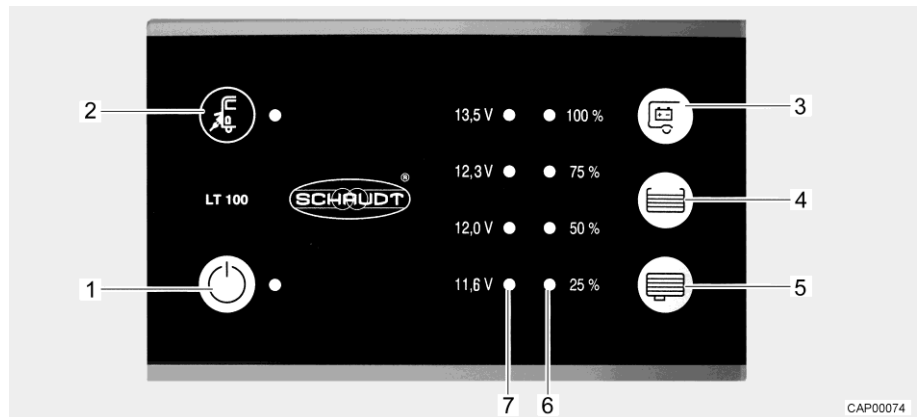

Bild 31 Panel (LT 100)
Nätanslutning Den gula lysdioden lyser vid symbolen nätanslutning "⚡" (Bild 31,2) när fordonet är anslutet till en extern nätanslutning. Lysdioden lyser då också med avstängd panel.
Med huvudbrytaren 12 V (Bild 31,1) kopplas panelen och bodelens 12 V-försörjning till eller från.
Slå på: ■ Tryck på knappen "⏻" (Bild 31,1): 12 V-försörjningen för bodelen är påslagen. Lysdioden lyser grönt.
Slå från: ■ Tryck på knappen "⏻" (Bild 31,1) på nytt: 12 V-försörjningen för bodelen är avstängd. Lampan släcks.
Lysdiodskalan (Bild 31,7) visar batterispänningen för bodelsbatteriet enligt följande:
- Tryck ner knapp " " (Bild 31,3): Bodelsbatteriets spänning visas.
Lysdiodskalan (Bild 31,6) visar fyllnivån i färskvattentanken eller avloppstanken.
Visa nivå: Tryck ner knapp "☰" (Bild 31,4): Färskvattentankens fyllnadsnivå visas med hjälp av lysdiod.
Tryck ner knapp "☷" (Bild 31,5): Avloppstankens fyllnadsnivå visas med hjälp av lysdiod.